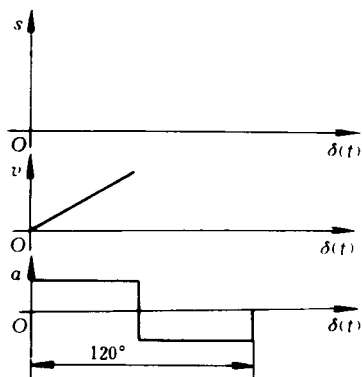

图 2-7
4. 一尖顶对心直动从动件盘形凸轮机构，当推程转角为 120° 、推程高度 $h=30\text{mm}$ 时，试根据图 2-7 坐标中已知运动规律的线图来绘出或补全 $s-\delta(t)$ 、 $v-\delta(t)$ 坐标中的线图。